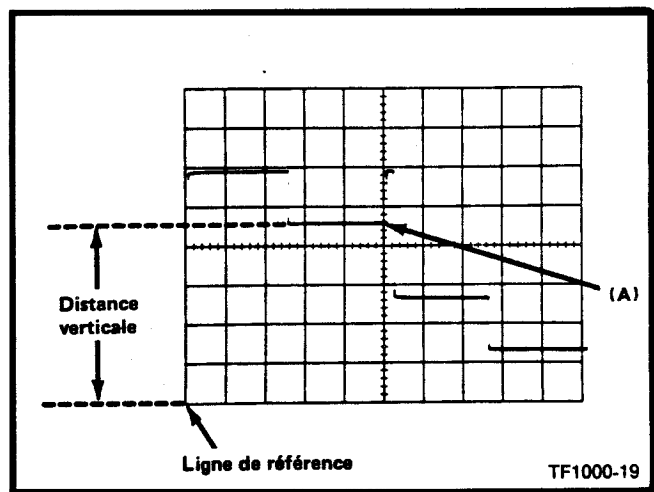

Fig. 2-4. Mesure instantanée d'une tension par rapport à une tension de référence.
4. Mesurer la distance en divisions séparant la ligne de référence et le point du signal faisant l'objet de la mesure. Par exemple, dans le cas de la figure 2-4, la mesure est effectuée entre la ligne de référence et le point A.